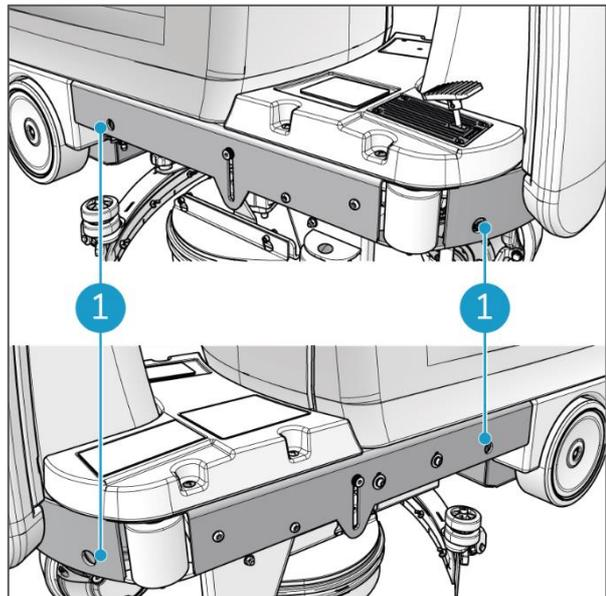

Figure 10
9. Fixez la machine à l'aide de sangles ou de cordes passées à travers les 4 trous du châssis (Figure 10, pos. 1).